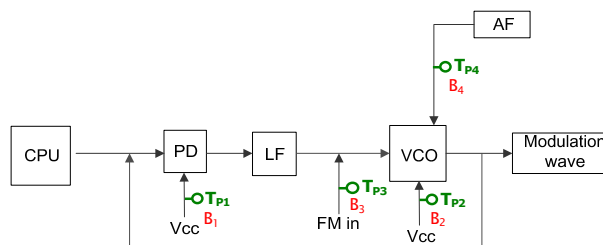

図 A-7. 各テストポイントの位置
- TP2, TP3 と TP1 は、回路の途中をモニタするために使用します。各テストポイントの位置は、図 A-7 を参照してください。